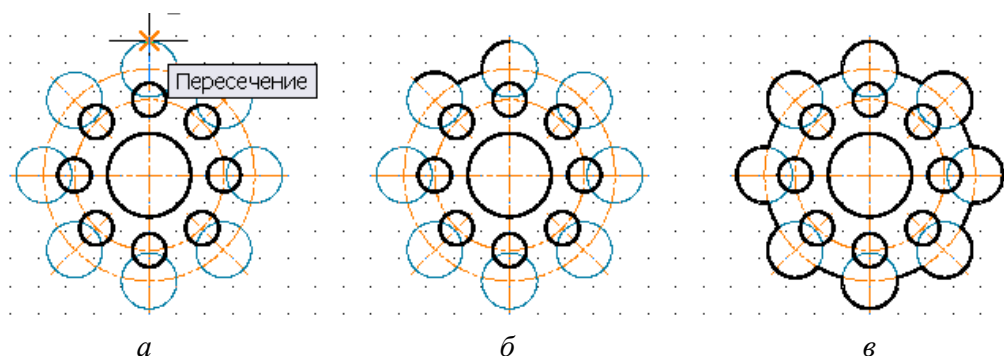

Рис. 1.70. Выполнение заключительных этапов построения чертежа:
4. Используя команду **Массив** круговой, размножьте окружность $\varnothing 12$ мм (см. рис. 1.70, а).
5. Полилинией обведите повторяющуюся часть внешнего контура детали (см. рис. 1.70, б).
6. Используя команду **Массив** круговой, размножьте обведенный фрагмент внешнего контура детали (рис. 1.70, в).